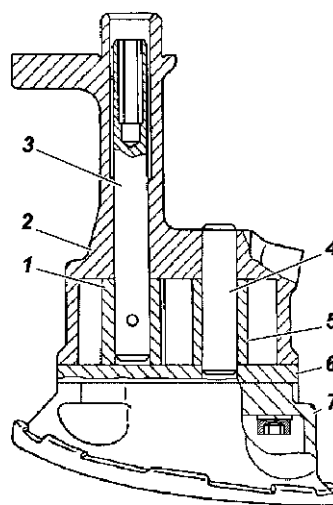

Рис. 4.56. Масляный насос:
Ремонт масляного насоса (рис. 4.56)
- установите в корпус масляного насоса валик 3 (см. рис. 4.56) с ведущей шестерней 1 и проверьте легкость его вращения;